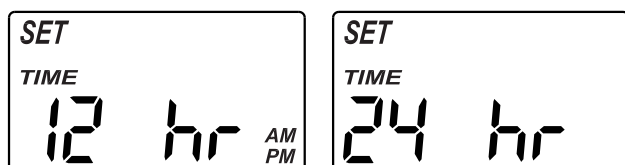

FIG. 30
2. Appuyez quatre fois sur le bouton CHOISIR, jusqu'à ce que l'indication « 12 hr » ou « 24 hr » s'affiche (consultez la figure 30).